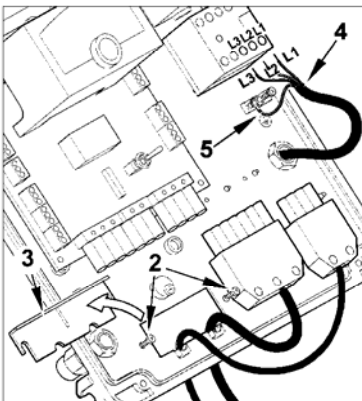

Рис. 2
- 2) Ослабьте винты 2 и после снятия прижимной планки 3 протяните два кабеля для 4-контактного и 7-контактного разъемов через отверстия. Подключите кабель питания к клеммной колодке, подсоедините один из проводов кабеля к земле 5 и зафиксируйте держатель кабеля (см. рис. 2).